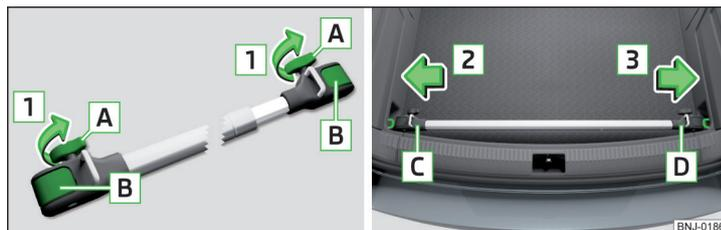

Fig. 105 Montar el travesaño: Aflojar los tornillos y desbloquear los soportes / colocar el travesaño sobre las argollas de retención
- Para **instalar**, soltar completamente los tornillos **A** en la dirección de las flechas **1** y extraerlos en parte. Los soportes **B** serán desbloqueados » fig. 105.